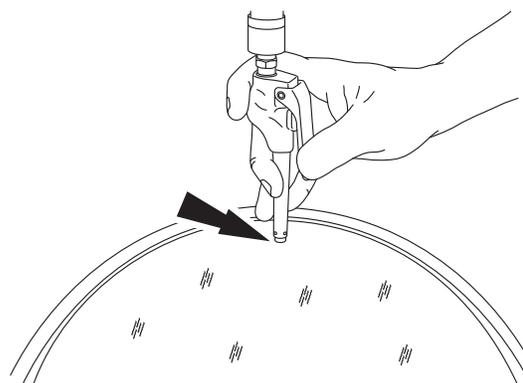

Figure 20
4. Utilisez la buse à air comprimé pour souffler légèrement à travers la partie supérieure du DPF pour couvrir la surface totale de la surface du substrat. Voir Figure 20. Cet exercice permet de déloger les cendres qui se collent sous le DPF.
5. Appliquez cinq (5) jets d'air rapides en appuyant cinq (5) fois sur le bouton de décharge du panneau de commande. Appuyez rapidement (une seconde) et relâchez la pression.